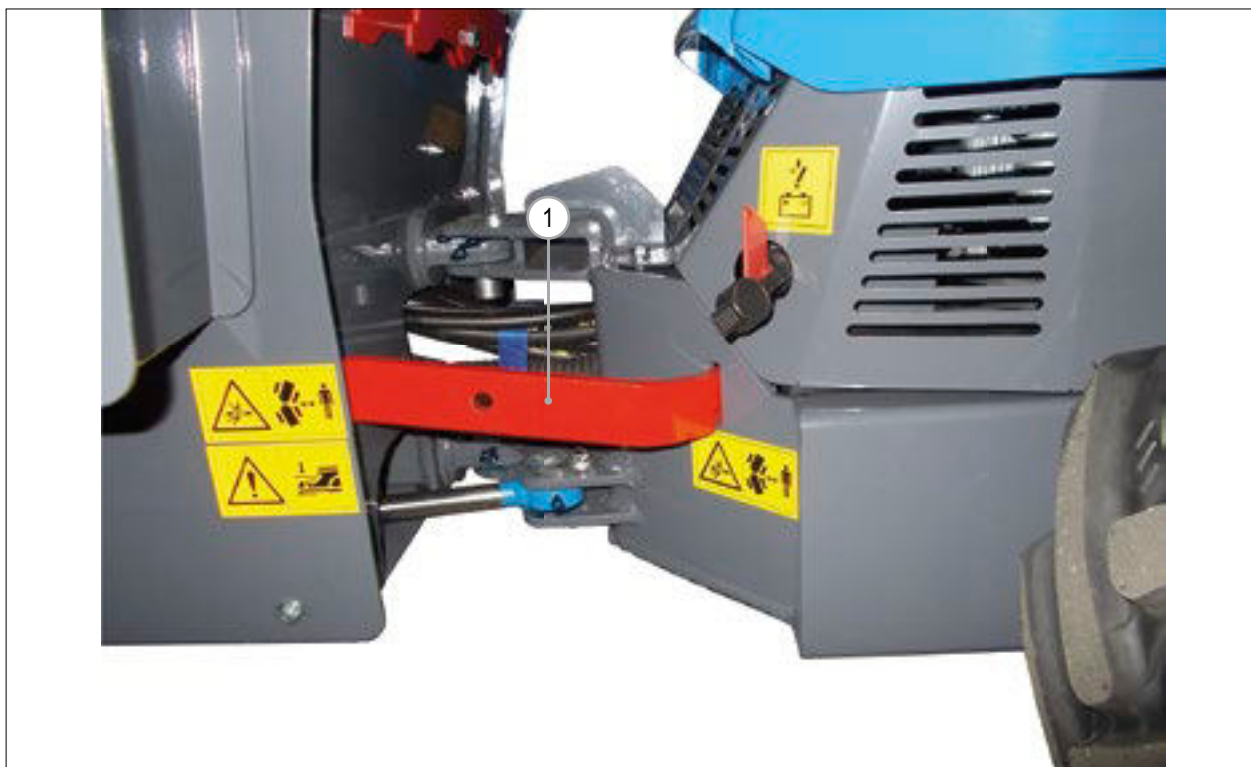

FIG. 15
- 4) Indsæt beslaget (FIG. 15 - Ref. 1) i de to slidser placeret på venstre side af maskinen i nærheden af styretøjets led og fastgør det med den beregnede pin. Benyt styretøjet for at placere beslaget.